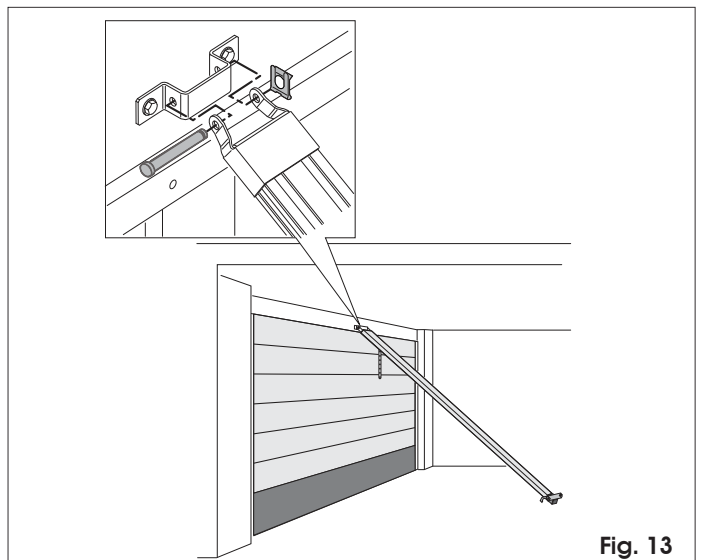

Fig. 13
- 7) Die Führung von der vorderen Befestigung anheben und diese am Fixierbügel unter Zuhilfenahme der entsprechenden Durchgangsschraube und der Mutter fixieren (Abb. 13).